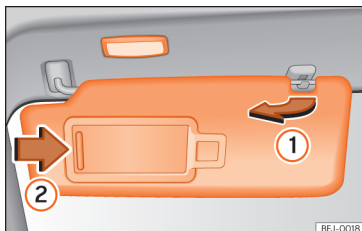

Abb. 102 Sonnenblende.
- Die Sonnenblende kann aus der Halterung herausgezogen und zur Tür »Abb. 102 1« geschwenkt werden.